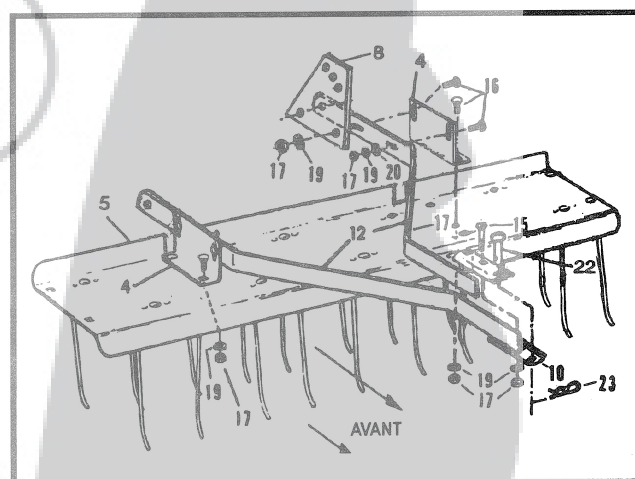

Fig. 2
- Placer le bâti (5) à l'envers. Les "bossages" doivent être sur le dessus.
- Les griffes (2) doivent être dirigées vers la pliure de devant. Attacher les dix griffes (2) au bâti (5) à l'aide des vis d'attelage (16), des rondelles spéciales (3), des rondelles-frein 5/16" (19) et des écrous 5/16" (17).
NOTE: Ne pas serrer la deuxième vis d'attelage qui se trouve à droite, à côté de l'arrière du bâti, car elle servira à fixer l'équerre (4) à la Fig. 2.
(Voir Fig. 2)